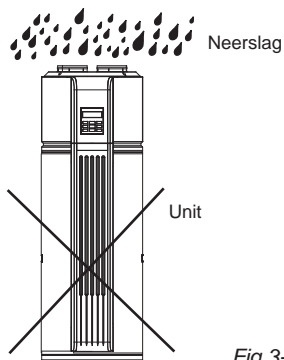

Fig.3-6
- Als de interne componenten natgeregend worden, kan dit leiden tot beschadiging van de unit of ernstige fysieke letsels (Fig.3-6).